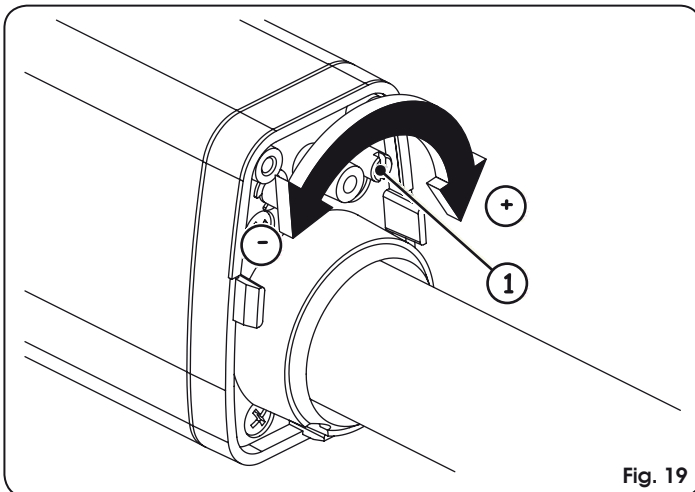

Fig. 19
2. Pour régler le fin de course de fermeture FCC agir sur la vis de réglage, Fig. 19 réf. ①, en la tournant en sens horaire pour augmenter la course de la tige et, vice versa, en sens inverse horaire pour la réduire.